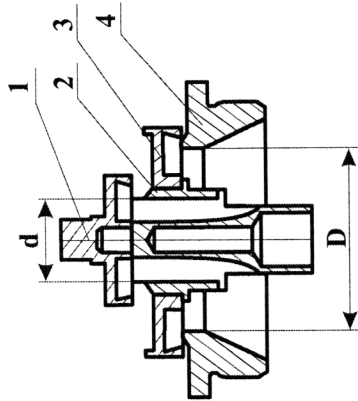

Рис. 4
1.5.6. Для улучшения работоспособности регулятора в условиях, когда начинается отбор газа потребителем или при его сокращении до минимума применяется двухседельный рабочий клапан (рис. 4). В начале отбора газа шток 11 исполнительного устройства сначала поднимает клапан 1 малого седла 2, затем при дальнейшем увеличении отбора клапан 3 открывает основное седло 4. При уменьшении отбора газа до нуля все происходит в обратной последовательности.